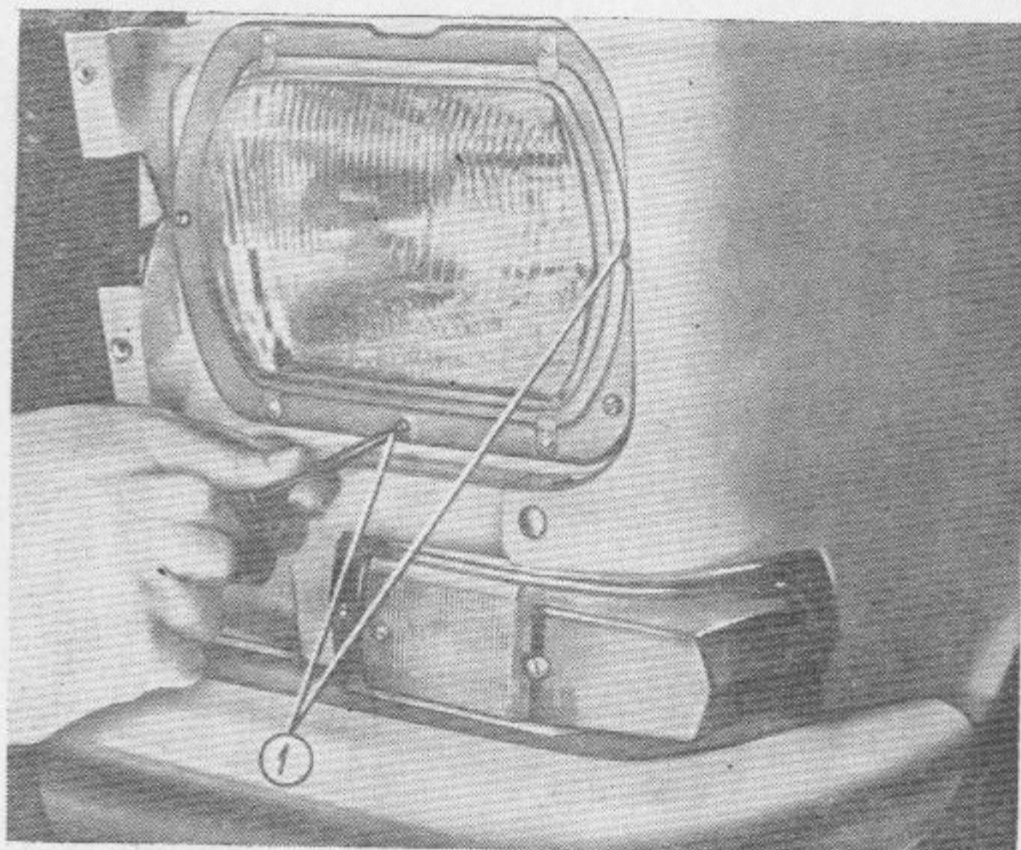

Bild. 95. Regelung der Stellung des optischen Einsatzes im Scheinwerfergehäuse :
6. Mit Hilfe der zwei Einstellschrauben 1 (Bild 95) Stellung des Lichtbündels jedes Scheinwerfers einstellen.